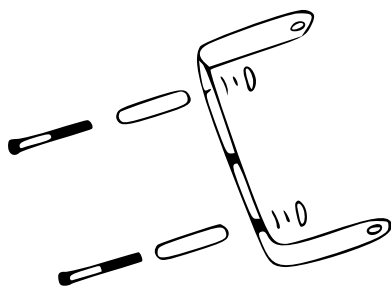
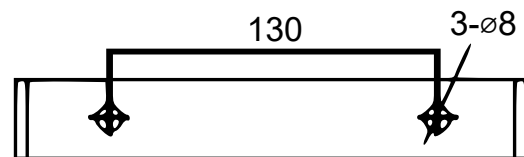

Fig. 1
Fig. 2
- La staffa ha 2 fori alle due estremità, con relativo bullone M8 (tutti e tre i fori possono anche essere dotati di viti). Ogni vite deve essere dotata di una rondella a molla o di una rondella (vedi fig. 1.). Per le posizioni dei tre fori, fare riferimento alla fig. 2 (dimensioni della staffa). È anche possibile acquistare una staffa aggiuntiva per consentire di aumentare il raggio d'azione durante l'uso dell'articolo.